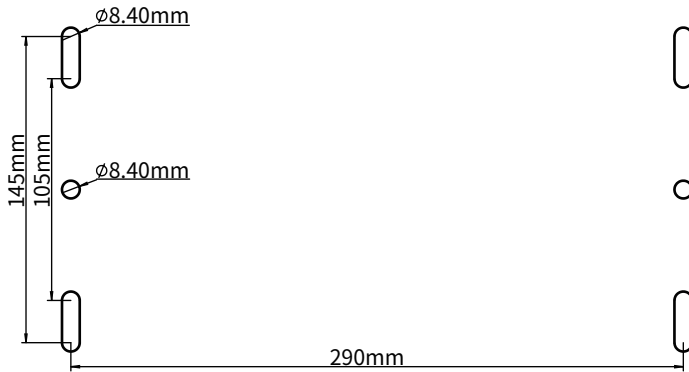

Abbildung 3-8
**Schritt 4:** Setzen Sie das Treibermodul an der richtigen Stelle auf die Platine und befestigen Sie es mit M8-Schrauben (siehe Abbildung 3-8 für die Befestigungsbohrungen).